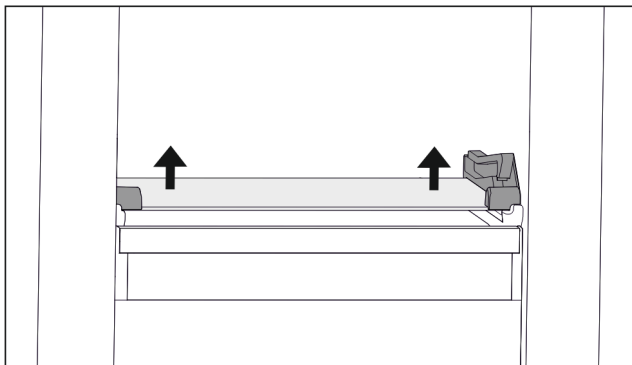

Fig. 72 Стеклянная пластина откидного выдвижного ящика
- ▶ Нажмите на стеклянную пластину снизу вверх с обеих сторон. (см. Fig. 72)